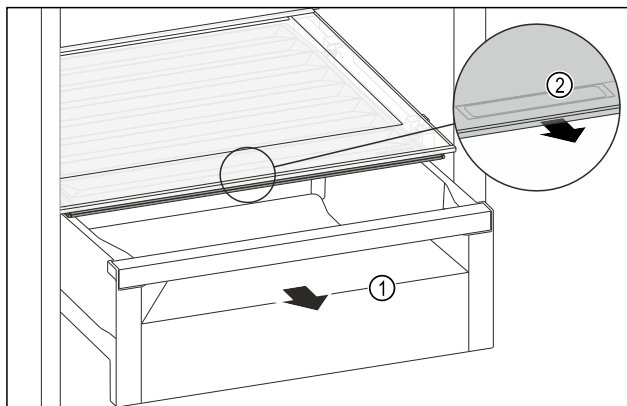

Fig. 137
- ▶ Izvlecite predal Fig. 137 (1).
- ▶ Primite prijemalno vdolbino Fig. 137 (2) na pokrovu predala in predal istočasno povlecite naprej.